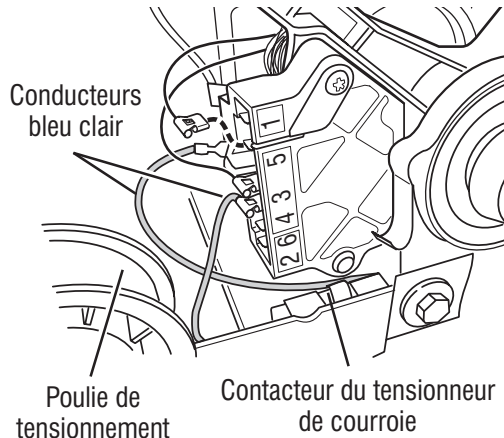

Figure 9b - Contrôler le contacteur du tensionneur de courroie.
11. Contrôler le contacteur du tensionneur de courroie en mesurant la résistance entre les deux conducteurs bleus (voir la figure 9b) tout en poussant vers le haut la poulie de tensionnement.